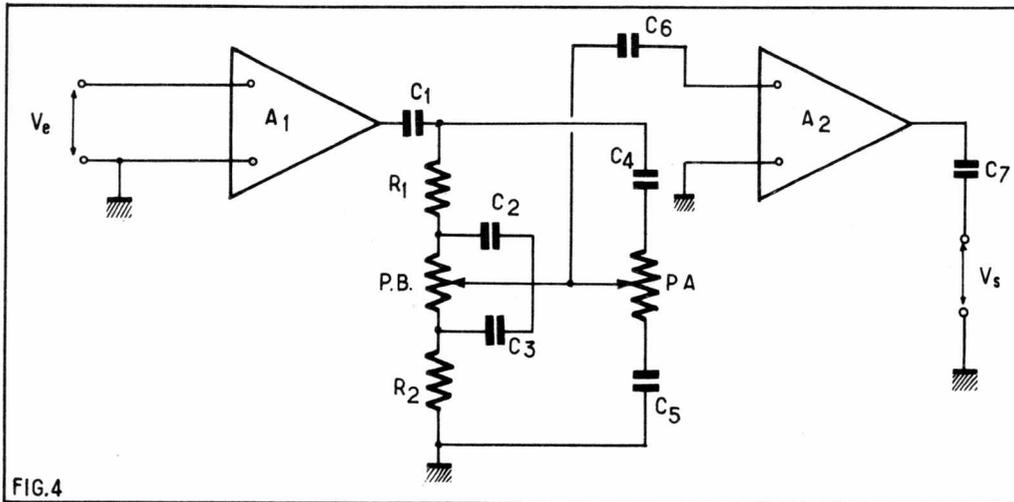

FIG.4
Soit un circuit d'amplificateur ou de préamplificateur contenant les réglages de tonalité aiguës et basses, comme celui de la figure 4. Le circuit de tonalité dont le schéma est familier à tous les techniciens de la BF possède deux réglages, PB pour les basses et PA pour les aiguës.
Il y aura cinq mesures de gain. Celles-ci s'effectueront à l'aide du montage général de mesures de la figure 1 dans lequel « APP » est le montage de la figure 4.
- e) régler le générateur sur  $f = 100$  Hz. Comme le bouton PB est en position neutre, la courbe B MOY de la figure 4 indique que la tension de sortie est la même qu'à 1000 Hz. En effet, on trouve pour le point b